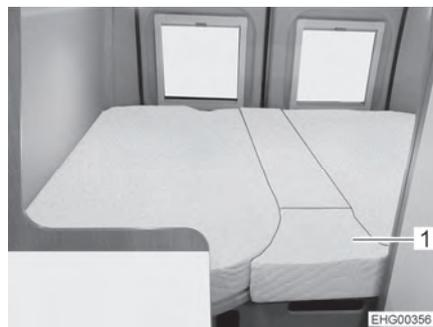

Bild 39 Zusatzpolster
- Zusatzpolster (Bild 39,1) über dem Zusatzbrett anbringen.